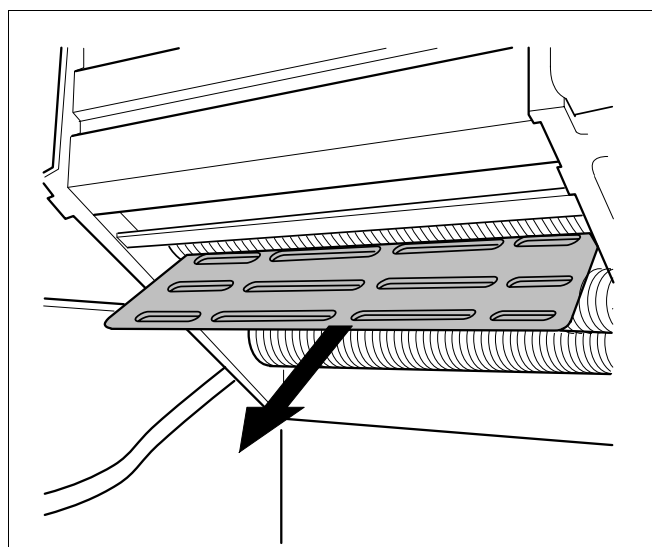

Fig. 39 Estrazione della piastra di distribuzione dell'aria
- Estrarre la piastra di distribuzione dell'aria (fig. 39).